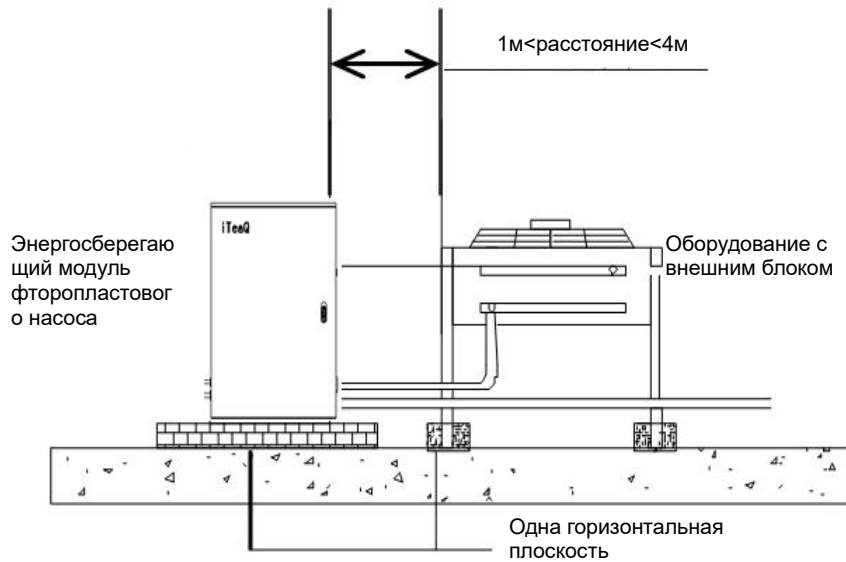

Рис. 2-10 Схема монтажа энергосберегающего модуля фторопластового насоса
4. Расстояние между энергосберегающим модулем фторопластового насоса и конденсатором находится в пределах 1~4 м, как показано на Рис. 2-10. По возможности разместите датчик температуры энергосберегающего модуля фторопластового насоса на стороне возврата воздуха конденсатора (стандартная длина кабеля датчика температуры составляет 4 м) и не допускайте попадания прямых солнечных лучей на датчик температуры.